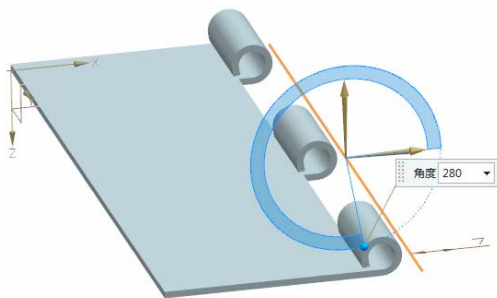

图 3-118 预览显示所创建的折弯特征
(4) 单击“完成”  图标, 草图绘制完毕, 视图区预览显示如图 3-118 所示的钣金件。